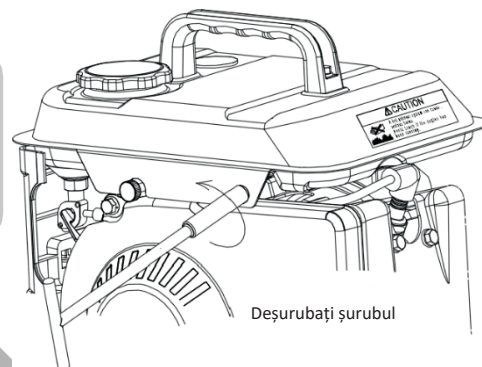

Fig. 26
1. Se scoate rezervorul de combustibil. (Fig. 26)